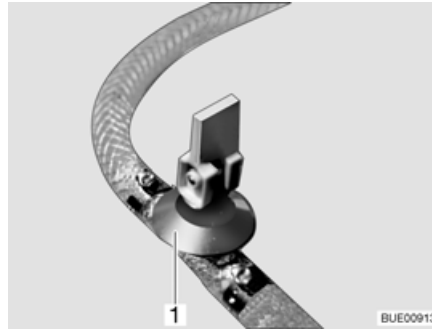

Bild 169 Ablasshahn (mit Kipphebel)
- Alle Ablasshähne öffnen. Dazu den Kipphebel des Ablasshahns (Bild 169,1) senkrecht stellen.